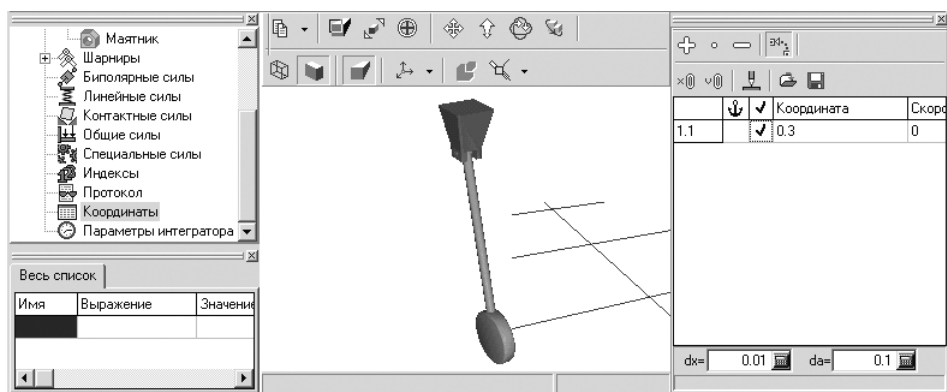

Рис. 1.12. Возможное начальное отклонение маятника от вертикали
- щелкните мышью на кнопке – Пошаговое увеличение выделенных координат или – Пошаговое уменьшение выделенных координат и, не отпуская клавишу мыши, увеличивайте/уменьшайте значение шарнирной координаты – угла поворота в шарнире. Возможное начальное отклонение маятника от вертикали показано на рис. 1.12.